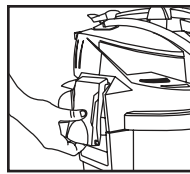

FIGURE 13
14. Vuelva a colocar la tapa del depósito. Eleve los sujetadores y colóquelos en las ranuras sobre la cubierta como se muestra en la **FIGURE 13**. Presione sobre la parte inferior de los sujetadores para trabar en su lugar.